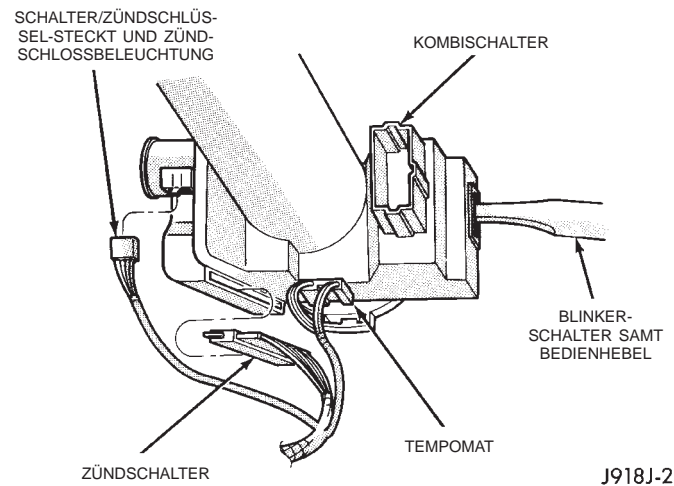

Abb. 46 Steckverbinder des Zündschalters und der Zündschloßbeleuchtung
(3) Zündschalter vorsichtig aus der Lenksäule ziehen. Haltetaschen des 7-poligen Steckverbinders lösen und Steckverbinder vom Zündschalter abziehen (Abb. 46).
(4) Haltetasche des 4-poligen Steckverbinders lösen und Steckverbinder vom Zündschalter abziehen (Abb. 46).